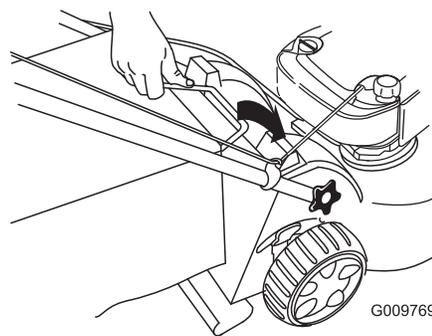

Figuur 29
2. Laat het startkoord rond de onderste koordgeleider lopen (Figuur 29).